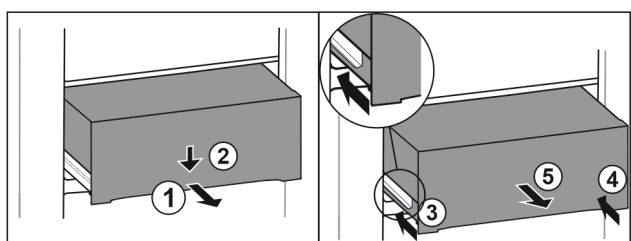

Fig. 155
- ▶ Træk skuffen halvt ud. Fig. 155 (1)
- ▶ Tryk skuffen ned på forsiden. Fig. 155 (2)
- ▶ Skub venstre skinne ca. 2 cm ind. Fig. 155 (3)
- ▶ Skub højre skinne ca. 2 cm ind. Fig. 155 (4)
- ▶ Tag skuffen ud fremefter. Fig. 155 (5)